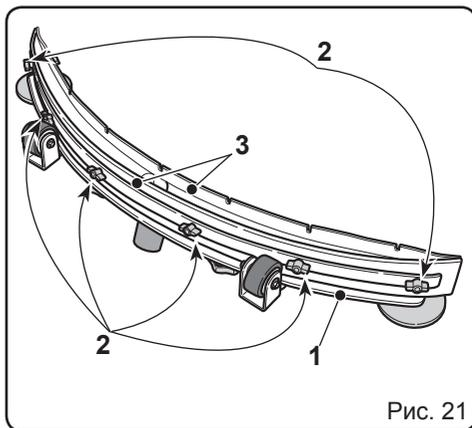

Рис. 21
10.1.f - Замена уплотнительных полос (Рис. 21)